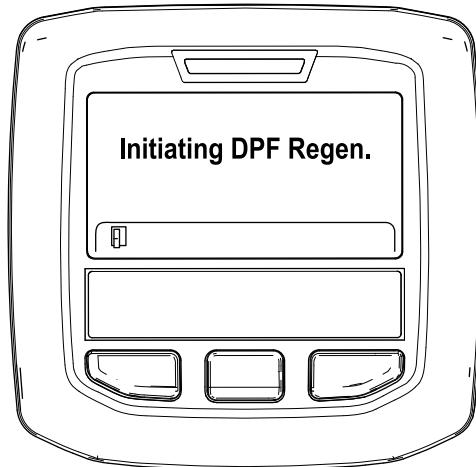

Bild 35
- Die Meldung „Initiating DPF Regen.“ wird angezeigt (Bild 35).